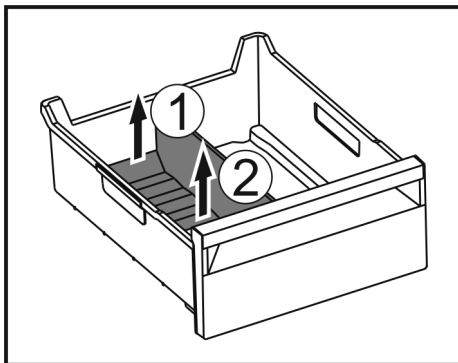

Fig. 146
- Tõstke jääkambrialdaja tagumine osa üles. Fig. 146 (1)
- Võtke jääkambrialdaja ülespoole välja. Fig. 146 (2)